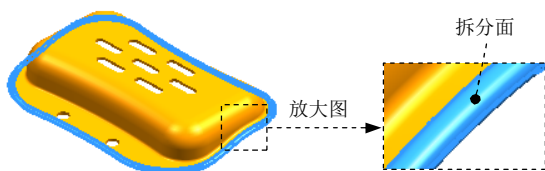

图 1.7 定义拆分面
Step4. 定义要分割的面。选取如图 1.7 所示的完全倒圆角面为拆分面。